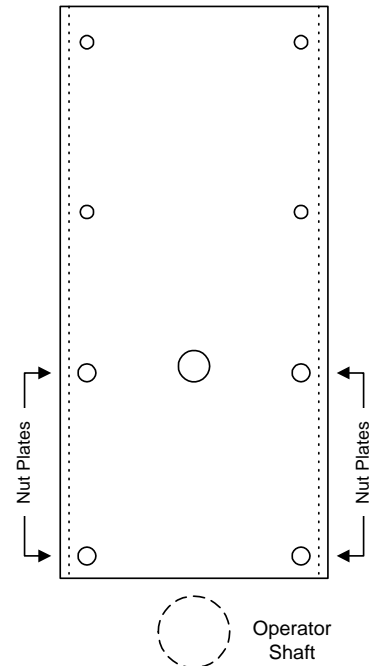

Figura 13
2. Coloque suavemente el operador en el ensamblaje del montaje del cojín que es seguro alinear las 4 placas con rosca y los 4 pernos del montaje (Figura 13).